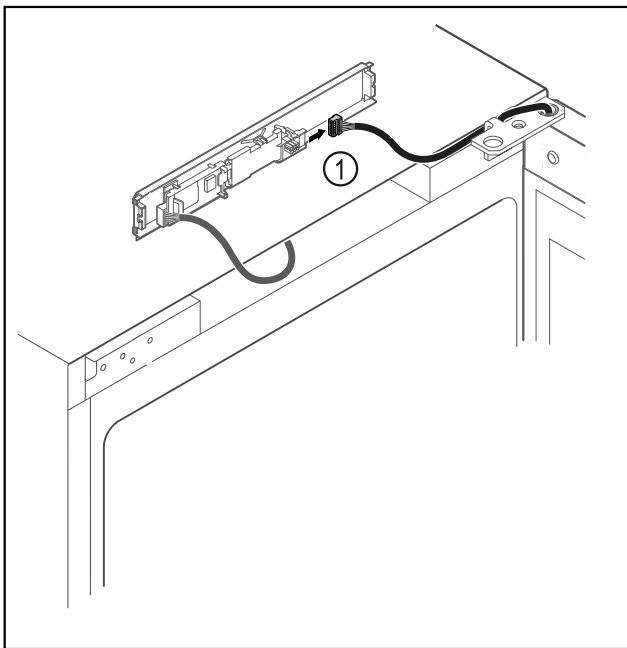

Fig. 18
- Lossa kontakten Fig. 18 (1) från kretskortet.